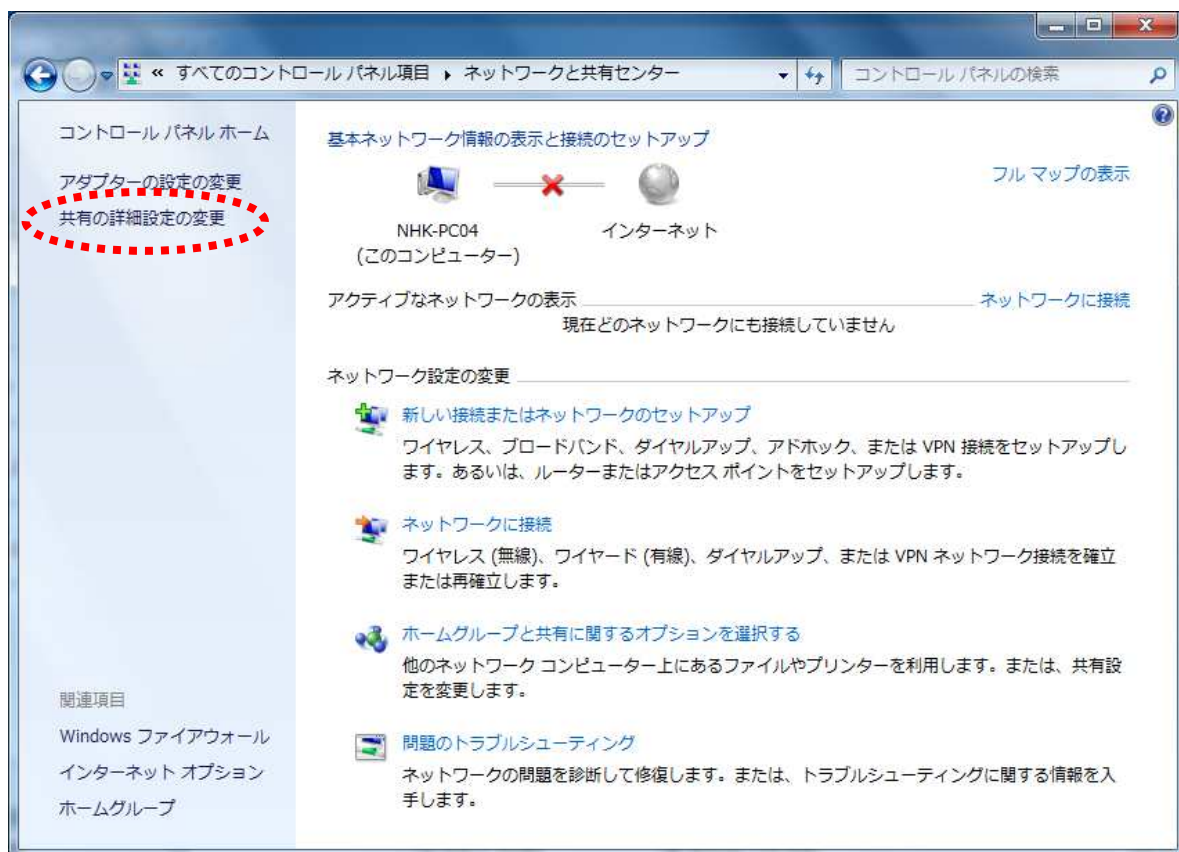

図 4.2 ネットワークと共有センター画面
- ①「スタート」を押し、表示されたメニュー内の「コントロールパネル」を押し、「コントロールパネル」を開いてください。
- ②「コントロールパネル」内の「ネットワークと共有センター」を押してください。
- ③「ネットワークと共有センター」の画面（図 4.2）が表示されますので、「アダプターの設定の変更」を押してください。